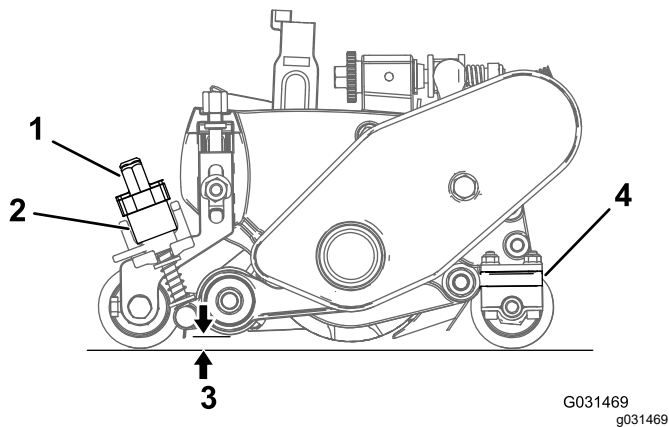

Figura 28
2. Rode as alavancas de elevação rápida (Figura 28) para a posição de FUNCIONAMENTO (o manípulo aponta para a parte dianteira da unidade de corte).
- Na extremidade do cilindro do rastelo, meça a distância que vai da ponta da lâmina mais baixa do dispositivo até à superfície de funcionamento (Figura 28). Rode o manípulo de ajuste da altura (Figura 28) para levantar ou baixar a ponta da lâmina do rastelo, até à altura desejada.